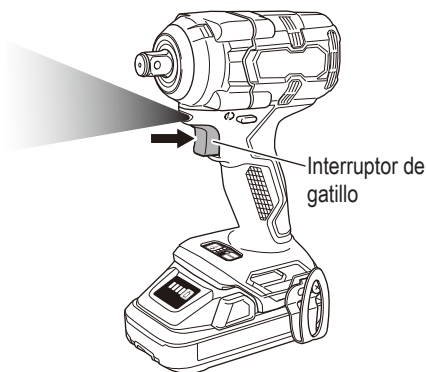

Fig. 16
9. Cómo utilizar la luz LED. Cuando se tira del interruptor, la luz LED iluminará automáticamente la parte de la punta de la herramienta. (Fig. 16) La luz LED se apagará automáticamente 10 segundos después de liberar el interruptor.